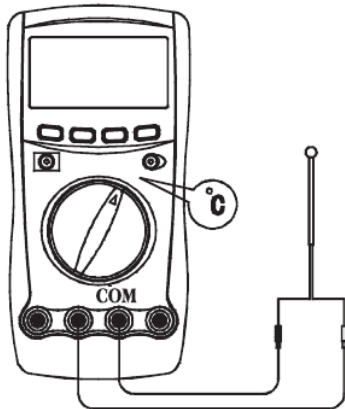

Рисунок 11.
I. Модель UT-60G: измерение температуры (см. Рисунок 11)**⚠ Предупреждение**